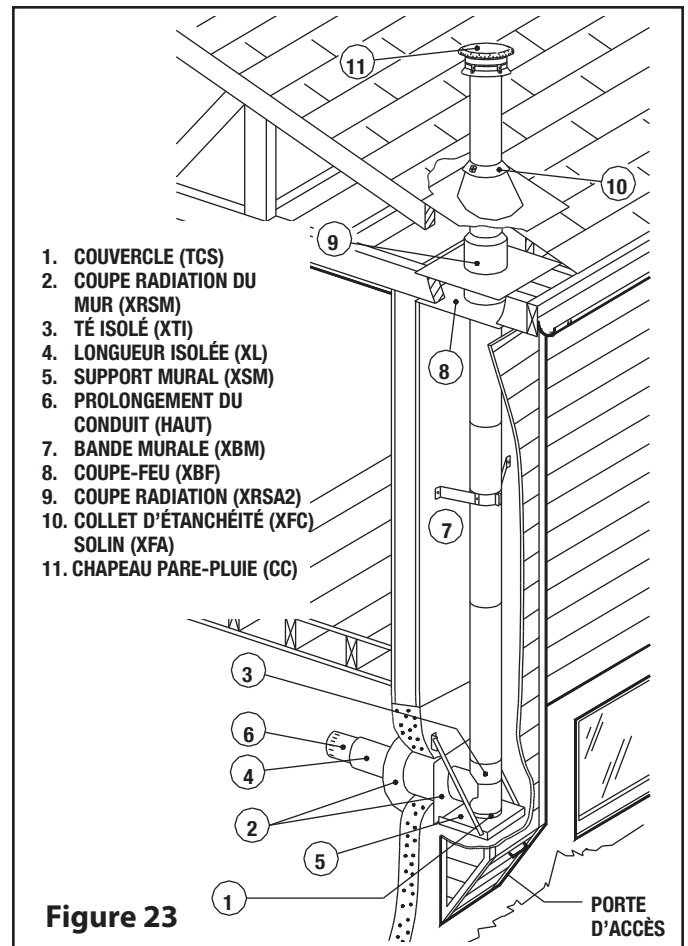

Figure 23
8. Si une cheminée extérieure est recouverte (voir Figure 23), une trappe d'accès doit être pratiquée à la base du té pour faciliter l'entretien.